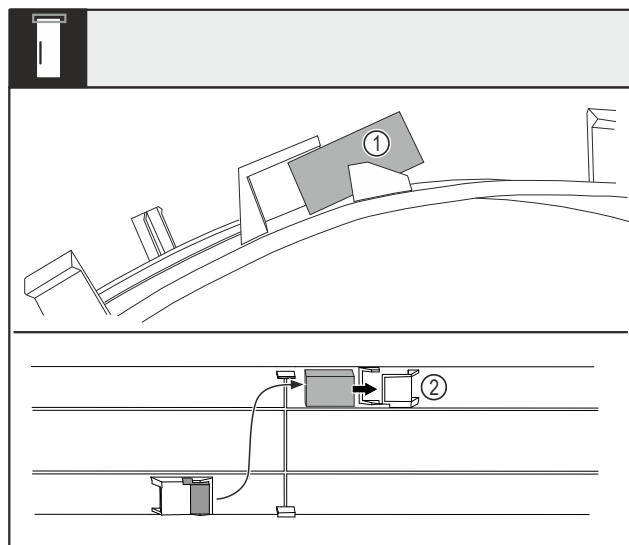

Fig. 16
- Upognite pokrov in magnet vrat Fig. 16 (1) odstranite iz vtičnice.
- Vstavite magnet vrat v drugo vtičnico Fig. 16 (2).